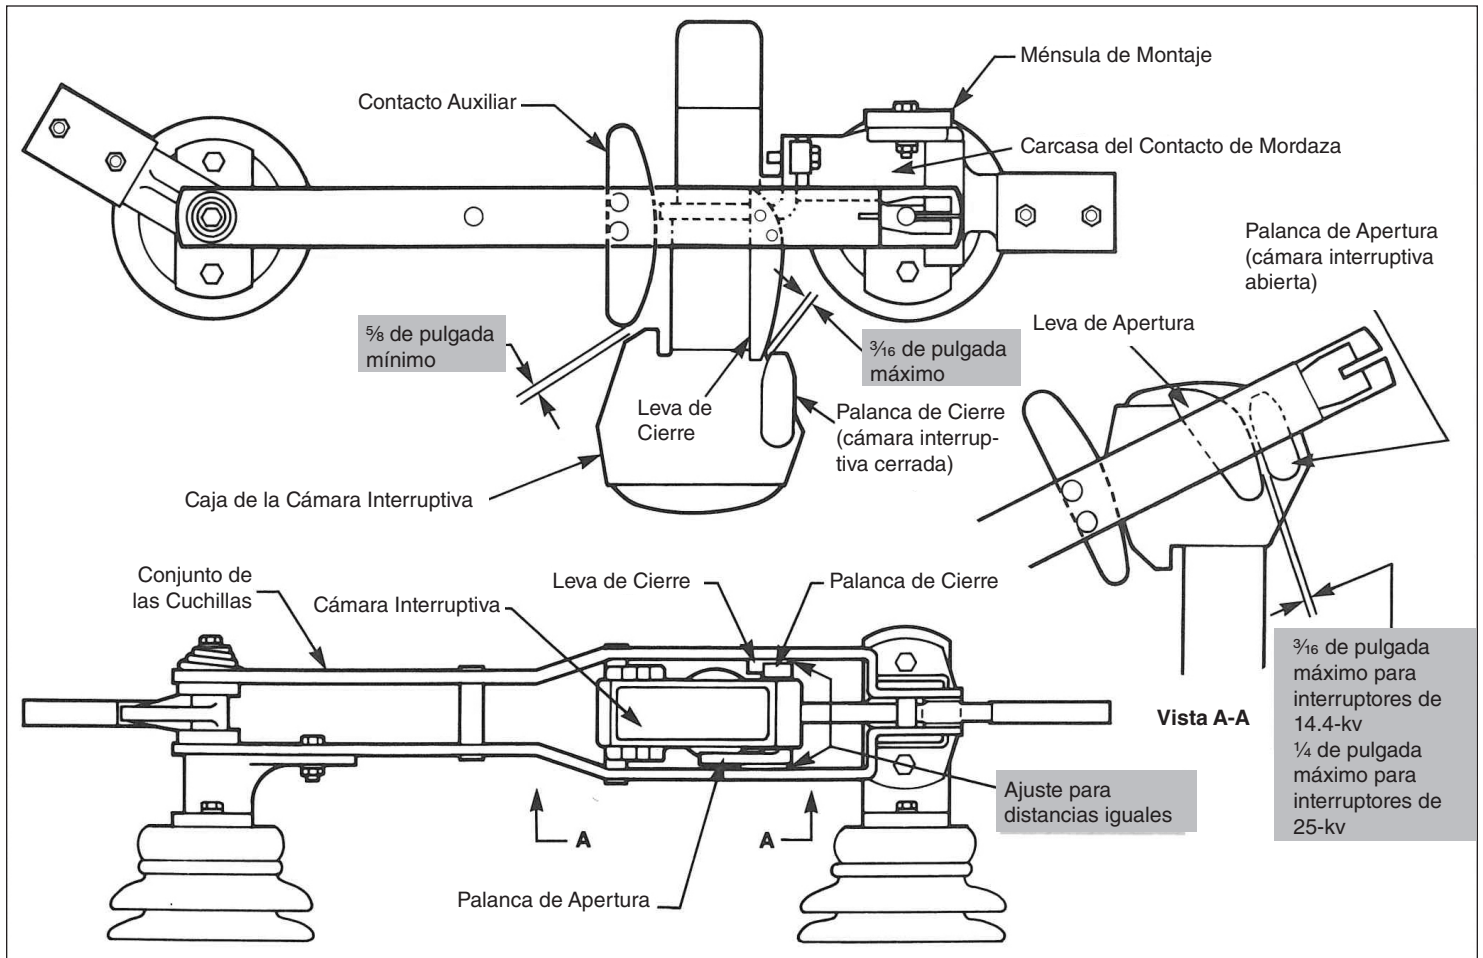

Figura 21. Puntos de verificación del funcionamiento.
- La cámara interruptiva debe quedar en un plano paralelo al recorrido de las cuchillas, y las cuchillas deben pasar por encima de la cámara interruptiva con una separación igual en ambos lados. Vea la Figura 21 en la página 19.
- Conforme se mueve la cuchilla en la dirección de cierre, el espacio entre la leva de apertura de la cuchilla y la palanca de apertura de la cámara interruptiva debe estar dentro del límite mostrado en la Figura 21. Vea A-A en la página 19.
- En la posición de **Cierre** total, la separación entre la leva de cierre de la cuchilla y la palanca de cierre de la cámara interruptiva debe estar dentro del límite mostrado en la Figura 21 en la página 19. También, la separación entre el contacto auxiliar de la cuchilla y la carcasa de la cámara interruptiva debe ser como se muestra en la Figura 21 en la página 19.